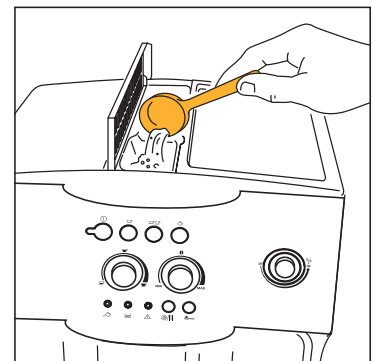

Fig.19
2. Soulevez le couvercle central, versez dans l'entonnoir un doseur de café prémoulu (fig. 19) et procédez en suivant les indications du paragraphe 5.